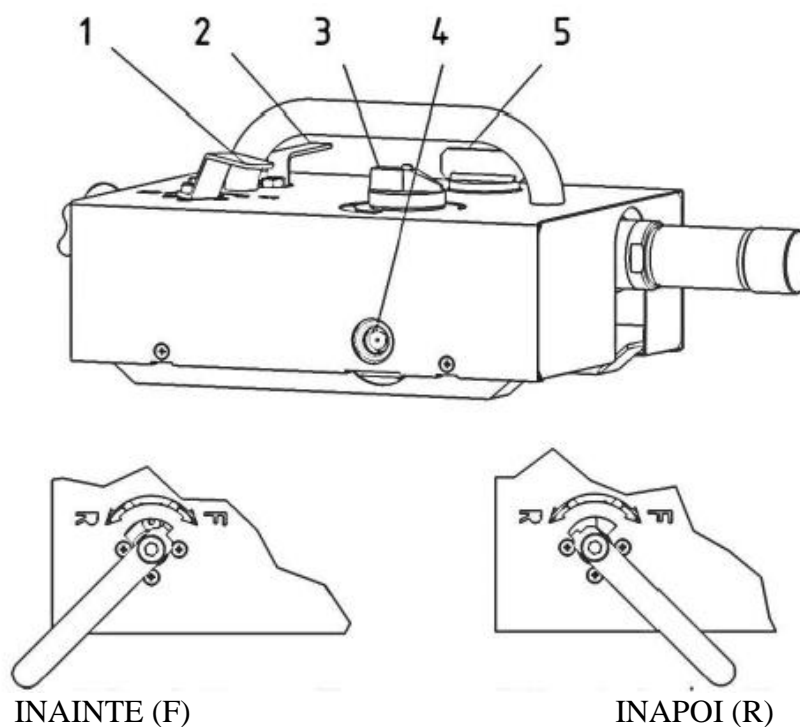

Figura 9.4.1
Lubrificantul (figura 9.4.1.) include:
- Supapa pentru reversare (1). Pozitiile posibile ale manetei de control si directiile corespunzatoare ale rachetei MAX (inainte-inapoi) sunt aratate in figura 9.4.1
- Buton de reglare ulei (3) pentru reglarea cantitatii de ulei din aer. (min-max; prin rotire spre stanga creste cantitatea de ulei in aer)
- Bula de nivel (vizorul) pentru ulei (4)
- Buson pentru umplere cu ulei (5)
***Busonul pentru umplerea cu ulei (5) nu trebuie sa fie niciodata desurubat in timp ce racheta MAX este in functiune!***